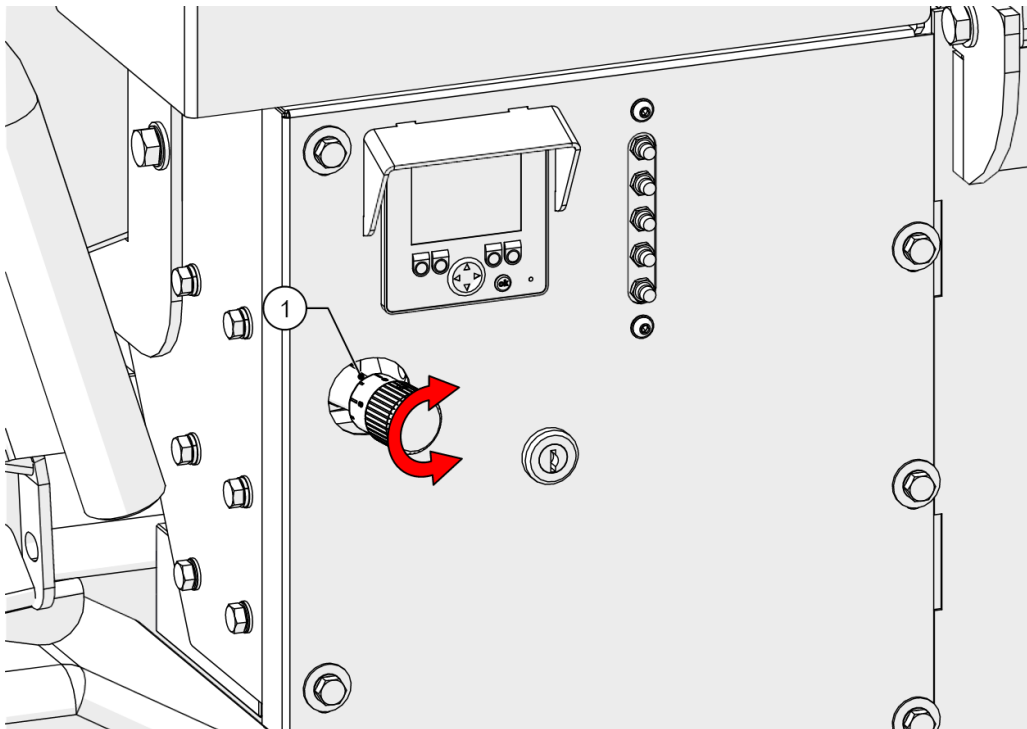

Figure 26 - Molette de vitesse du rouleau
La vitesse du rouleau d'alimentation peut être réglée en fonction du matériau broyé reportez-vous à la Figure 26.
1. Tournez le cadran pour aligner le nombre sur le repère de peinture (1, Figure 26).
Position indiquée par un repère de peinture. (1, Figure 26) :